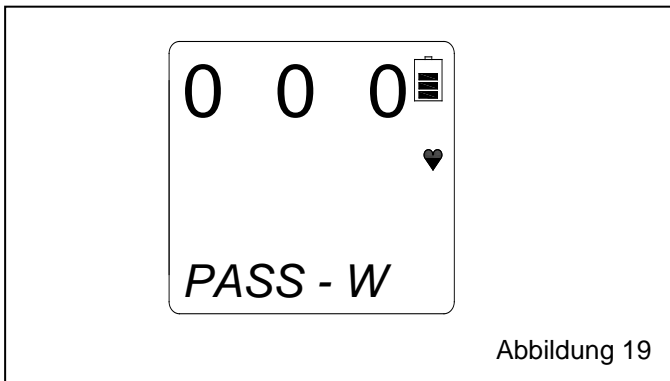

Abbildung 19
4.4.2.3 Beide Tasten nach dem zweiten Signalton loslassen. Der LCD-Bildschirm sollte Abbildung 19 entsprechen, wobei die Zahl links blinkt.